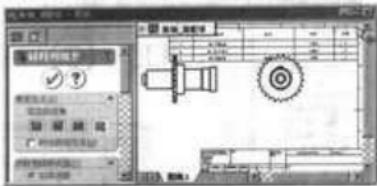
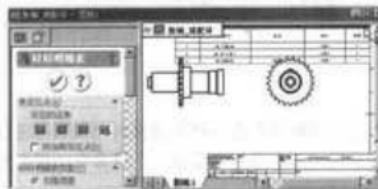

图 6-170 拖动表格到图纸格式实体
图 6-171 表格边线捕捉到图纸格式实体时释放指针
<Alt>键将表格拖动到图纸格式中一竖直线或水平线、点或顶点处，如图 6-170 所示。
(2) 当如图 6-170 所示的表格边线捕捉到直线或点时释放指针，材料明细表捕捉到图纸格式实体，如图 6-171 所示。
(3) 单击 $\checkmark$ （确定）按钮。